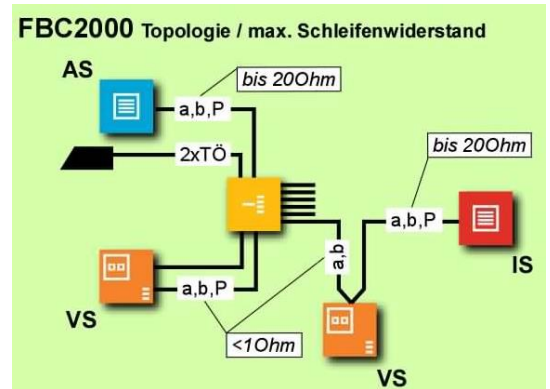

Abb. 2: Leitungslängen
- ▶ Beachten Sie bei der Planung der Anlage, dass die **Schleifenwiderstände** entsprechend Abb. 2 nicht überschritten werden dürfen.